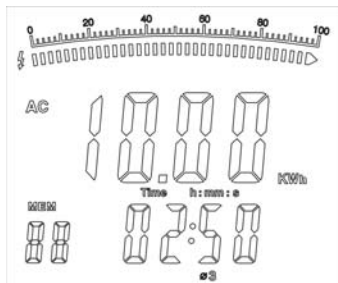

Figura 21
4. Pulse SEL para seleccionar una de las 3 fases, vea figura 21.